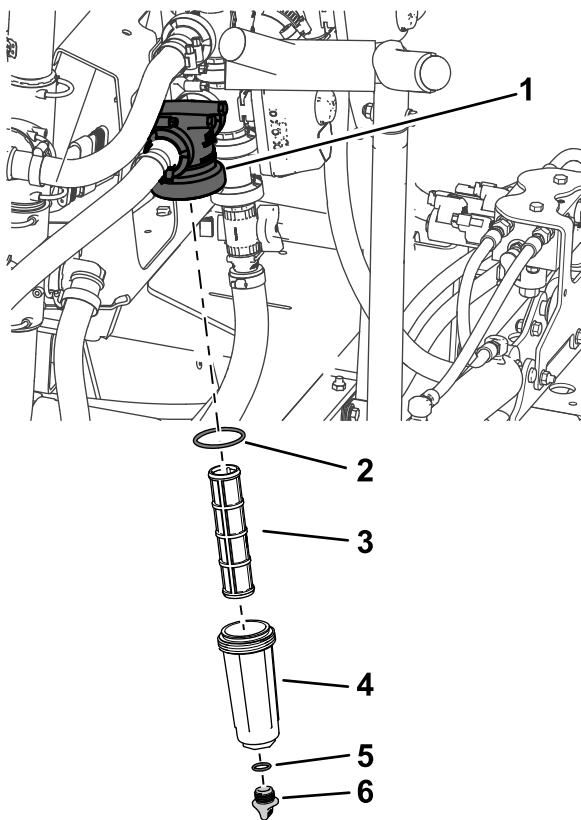

Figura 88
2. Placez un bac de vidange sous le filtre de pression (Figura 88).
3. Tournez le bouchon de vidange dans le sens antihoraire et retirez-le de la cuvette du filtre de pression (Figura 88).
4. Tournez la cuvette dans le sens antihoraire et déposez la tête du filtre (Figura 88).
5. Retirez l'élément du filtre de pression (Figura 88).
7. Contrôlez l'état et l'usure du joint du bouchon de vidange (à l'intérieur de la cuvette) et du joint de la cuvette (à l'intérieur de la tête du filtre) (Figura 88).
8. Placez l'élément dans la tête du filtre de pression (Figura 88).
9. Vissez la cuvette sur la tête du filtre et serrez-la à la main (Figura 88).
10. Vissez le bouchon de vidange sur le raccord au fond de la cuvette et serrez-le à la main (Figura 88).